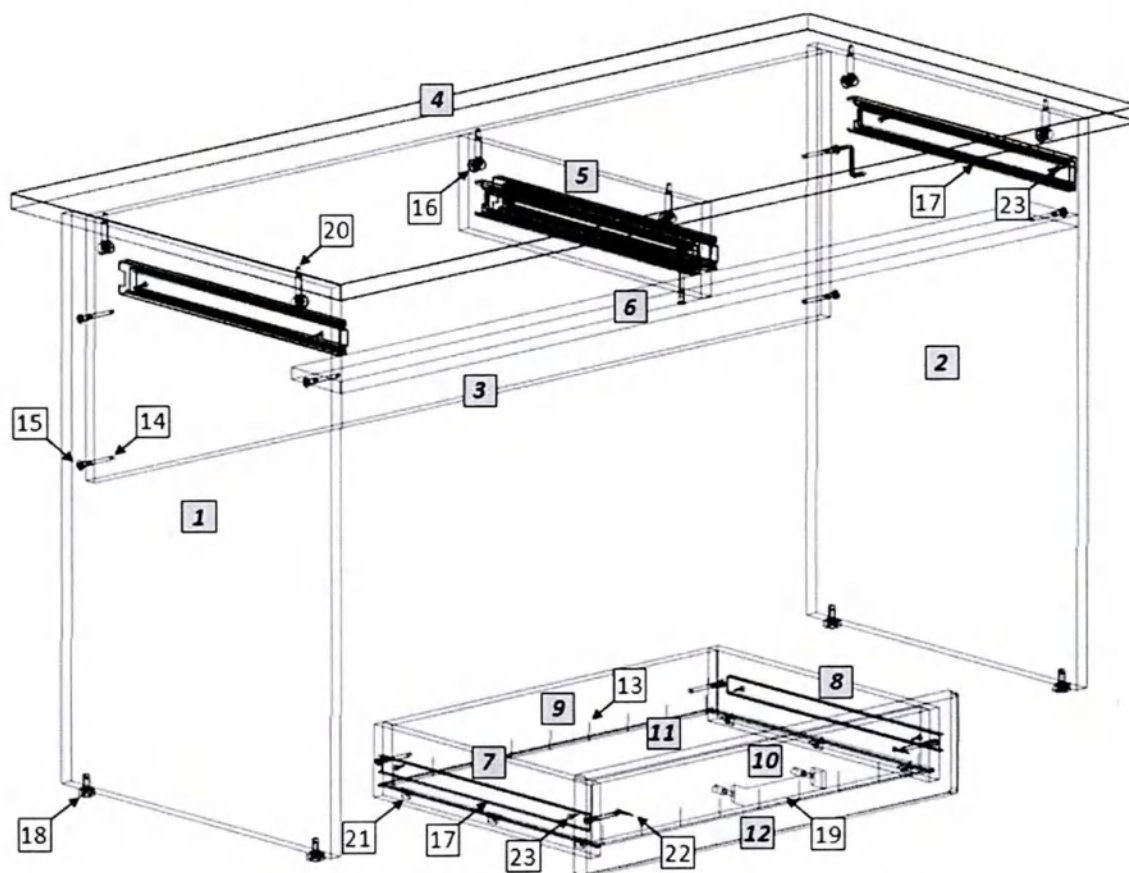

Рис. 1
1. Внимательно ознакомьтесь со схемой сборки, изображённой на рис. 1, сверяясь со спецификацией на изделие. Согласно схеме и спецификации определите расположение деталей в изделии и порядок их сборки. Сборка производится на ровном полу, укрытом материалом, предотвращающим повреждение покрытия пола и деталей мебели. Подготовьте необходимые для сборки инструменты – плоскую и крестовую отвёртки, молоток, рулетку или линейку.
2. На боковой стенке стола (1) установите подпятники (19). На боковых стенках (1,2,3) установите цилиндрические части (22) эксцентриковых стяжек в предназначенные для них отверстия. На крышке стола (7) установите штоки эксцентриковых стяжек (22). На боковых стенках (2,3) шурупами 4×16 (23) закрепите направляющие (17).
3. Евровинтами (14), как показано на рис. 1, соедините боковые стенки стола (1,2,3) с вертикальными стенками (4,6) и горизонтальной стенкой (5). Шурупами 4×16 закрепите регулируемые опоры (18). Установите крышку (7). Затяжка соединения производится путём поворота эксцентриков до упора в направлении стрелки, выштампованной на корпусе стяжки. На видимые головки евровинтов и эксцентриков установите заглушки (15,16).
4. Сборка ящиков. Евровинтами (14) соедините боковые стенки ящика (8,9) с задней (10) и передней (11) стенками. Дно ящика (12) установите в пазы и закрепите к задней и передней стенке гвоздями (25), к боковым стенкам – уголками (21). Шурупами 4×16 (23) закрепите на боковых стенках ящика узкие части направляющих (17). Шурупами 3.5×30 (24) закрепите фасад (13) к передней стенке ящика (11). Установите ручку (20). Установите собранные ящики в корпус стола.